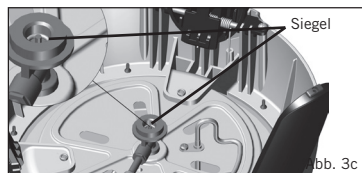

Abb. 3c
- Wenn sich Blasen bilden, gibt es ein Gasleck. Entfernen Sie die Gaskartusche sofort aus dem Gerät. Prüfen Sie, ob alle Verbindungen ordnungsgemäß passen. Überprüfen Sie, dass sich das Siegel in einem guten Zustand befindet, bevor Sie eine Gaskartusche einsetzen (Abb. 3c). Überprüfen Sie erneut mit etwas Seifenwasser, nachdem Sie die Gaskartusche eingesetzt haben.
- Um die Gaskartusche zu trennen, von dem Siegel abschrauben (Fig 3c).